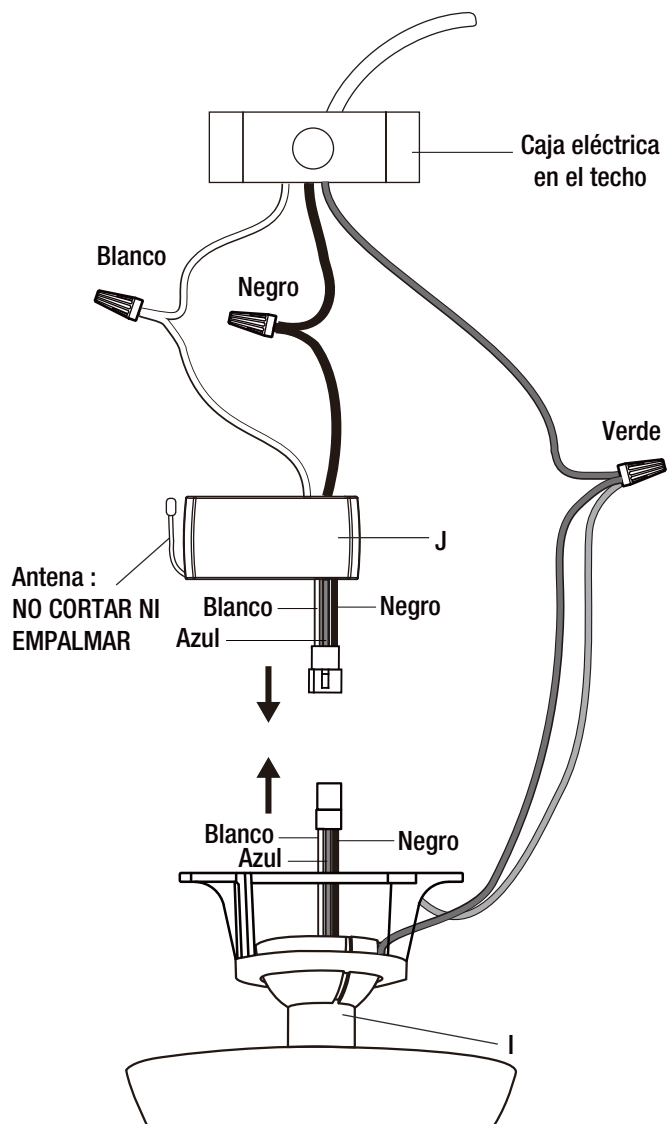

Figura 11
- Conecte el receptor (J) a los cables del ventilador insertando el enchufe adaptador moldeado del receptor (J) en el enchufe adaptador moldeado de la parte superior del conjunto del vástago (I), como se ilustra en la figura 11.
- Utilice conectores de cables (BB) para conectar el receptor (J) y los cables del ventilador a los cables de alimentación de la caja de salida de acuerdo con la Figura 11 y las siguientes instrucciones: